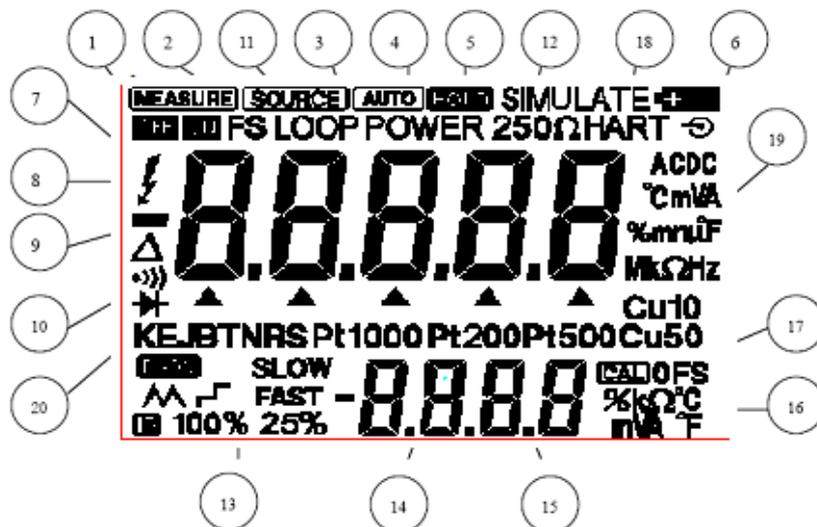

Рис. 6 Символы дисплея (индикация при включении питания)
- Рис. 6 и Таблица 6 описывают индикаторы, элементы и символы дисплея.
*-примеч.: Внимание, некоторые символы и индикаторы указанные на рис.6 в АКПП-2202А - *не используются*.